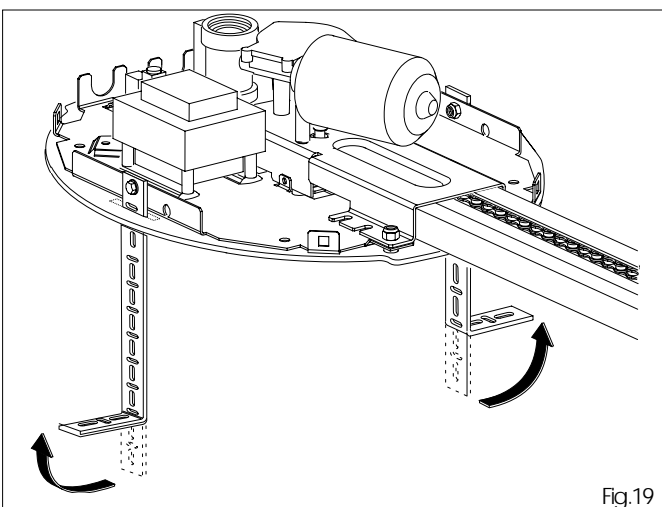

Fig.19
- 6.10 Plier, selon la mesure relevée, les brides de fixation (fig.19).